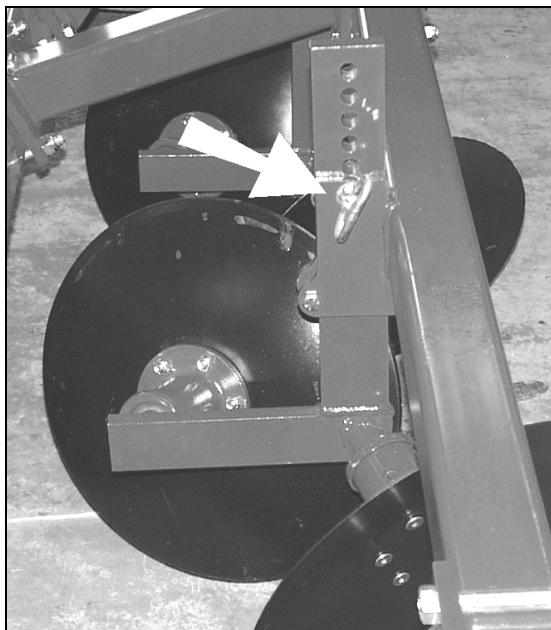

Рисунок 16
- Можно провести точную регулировку рабочей глубины дисков, отрегулировав каждый диск отдельно (см. рисунок 16).